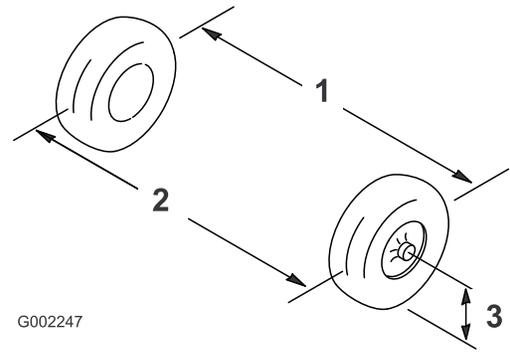

Figura 64
2. Mida la distancia entre los neumáticos delanteros a la altura del eje, en la parte delantera y trasera de las ruedas (**Figura 64**).